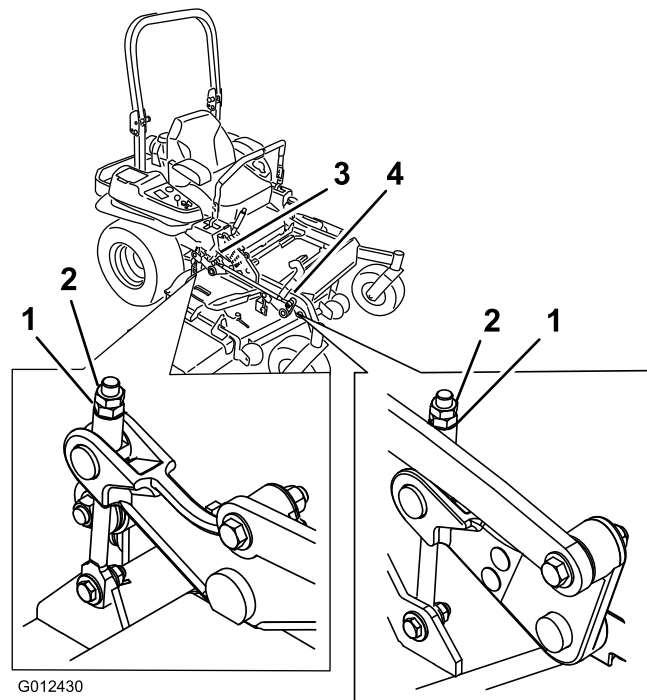

Figura 93
10. Gire la tuerca de ajuste del conjunto de elevación de la carcasa delantera para modificar la altura (Figura 93).
16. Gire la tuerca de ajuste del conjunto de elevación de la carcasa delantera para modificar la altura (Figura 93).